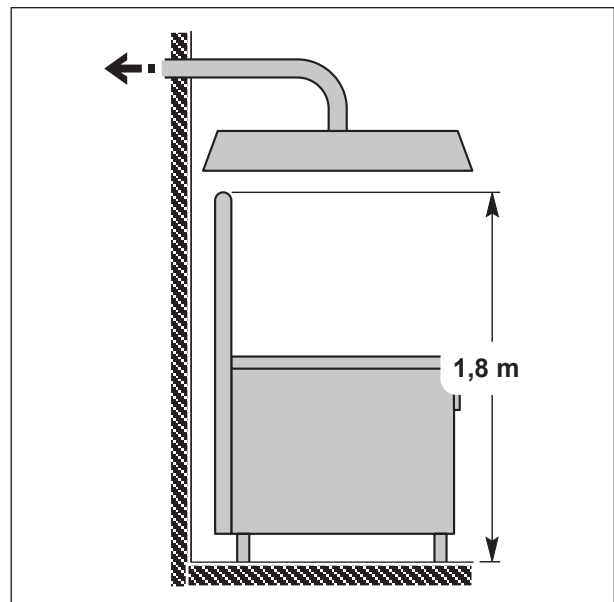

Abb. 27 Rauchabzug durch Abzugshaube
- Der Endteil der Geräteabzugsleitung muss sich etwa **1,8 m** von der Abstützfläche des Geräts befinden; die Mündung der Abzugsleitung der Verbrennungsprodukte muss sich genau unter der Haubenbasis befinden (siehe *Abb. 27 Rauchabzug durch Abzugshaube*).